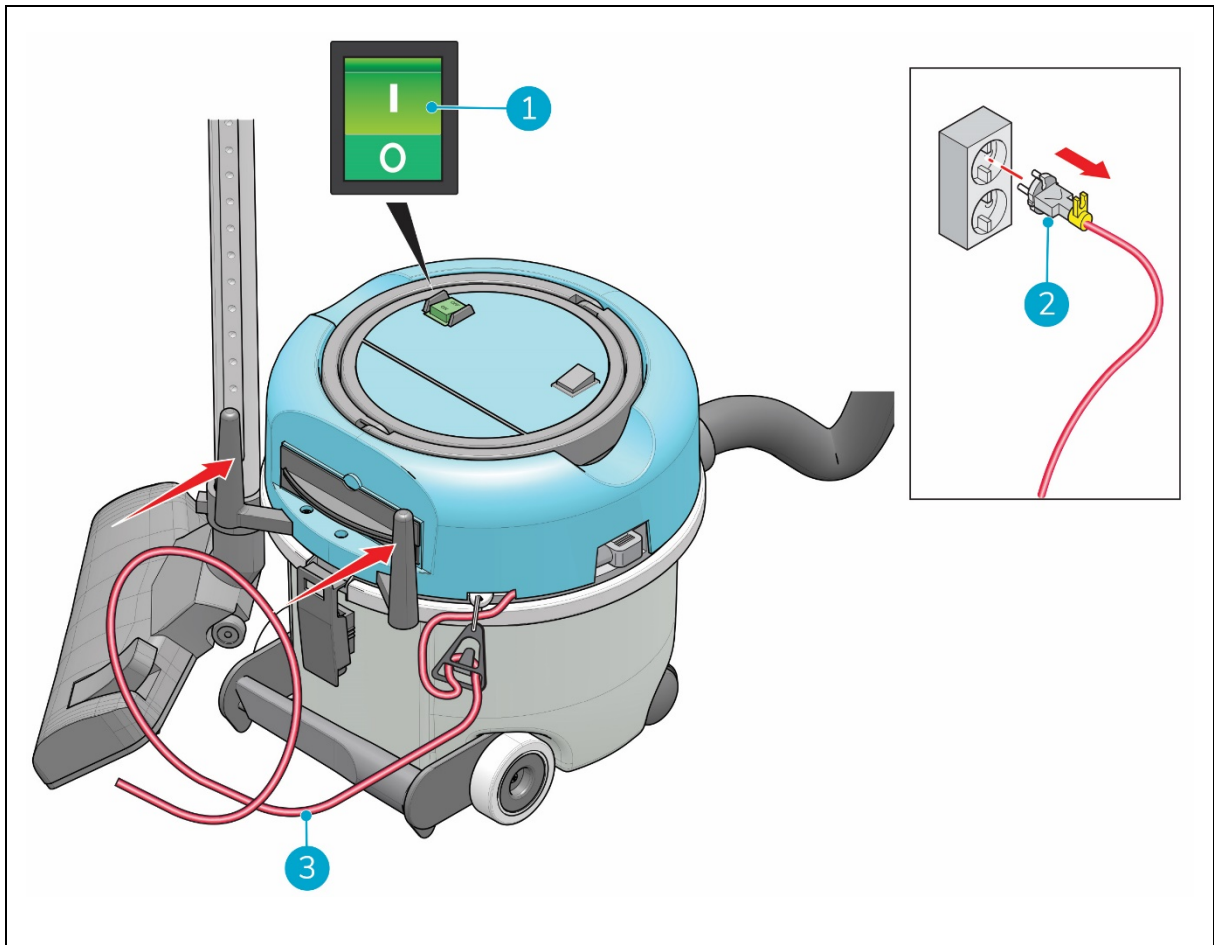

Figura 21
1. Prima o interruptor ON/OFF (ligar/desligar) (figura 21, posição 1) na zona superior do i-vac® 6 para o desligar.
2. Remova o cabo de alimentação principal da tomada de parede (figura 21, posição 2).
3. Enrole o cabo de alimentação principal em redor dos dois ganchos de armazenamento do cabo (figura 21, posição 3) na lateral do depósito, **começando pelo lado da máquina.**